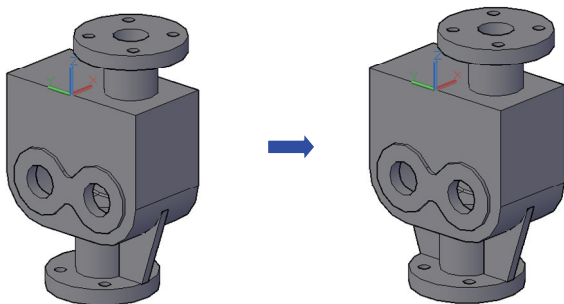

图 14-37 绘制实体并并集
22) 打开“2”图层, 将箱体转换到“1”图层; 执行“镜像”命令(mi), 将刚才绘制的实体镜像到圆心的另一边(镜像时注意用户坐标系); 执行“并集”命令, 将它们进行并集操作, 如图14-37所示。